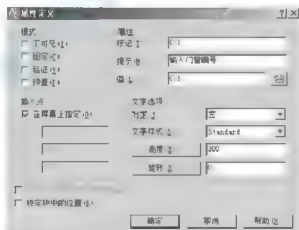
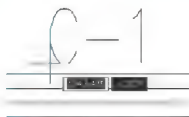

图 3.80 【属性定义】对话框
图 3.81 放置属性值 C 1
按照如图 3.80 所示的参数设置【属性定义】对话框, 并将 C 1 属性值放置在如图 3.81 所示的位置。
(3) 在【基点】选项组中, 单击【拾取点】按钮 , 此时对话框消失。
(4) 在指定插入点: 提示下, 捕捉窗图形的左下角点作为“窗”图块的基点 (“窗”图块插入时的插入点), 此时又返回对话框。
(5) 在【对象】选项组中, 单击【选择对象】按钮 , 此时对话框消失。
(6) 在选择对象: 提示下, 选择图 3.81 中的“窗”图形和属性值 C-1 作为需要定义为块的对象, 然后按 Enter 键返回对话框。
由图 3.80 中的【属性定义】对话框可知,在定义窗编号属性时所选择的文字样式为“Standard”,该文字样式的宽度比例为“0.7”,但“窗”图块在插入时,沿 X 方向放大为 2.4 倍,所以其宽度比例变成 $0.7 \times 2.4 = 1.6$,需要将其改回“0.7”。